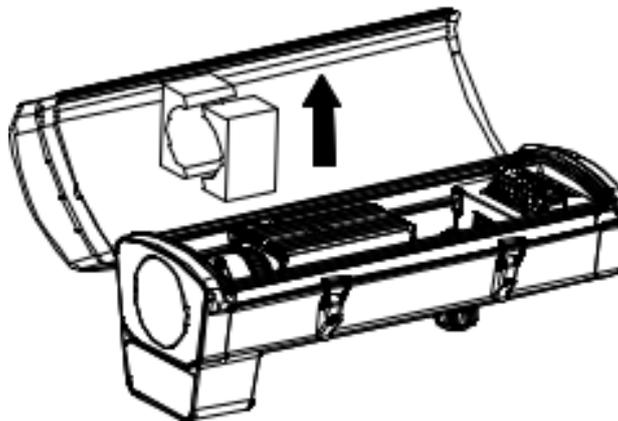

Рисунок 2.2
2) Выньте пенопластовые прокладки и проверьте объектив (рис. 2.2). Затяните объектив, если он прикручен неплотно.